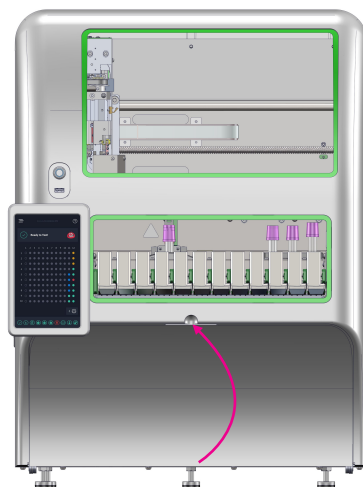

Figura 63
7. Feche a porta do compartimento de frascos (Figura 63).